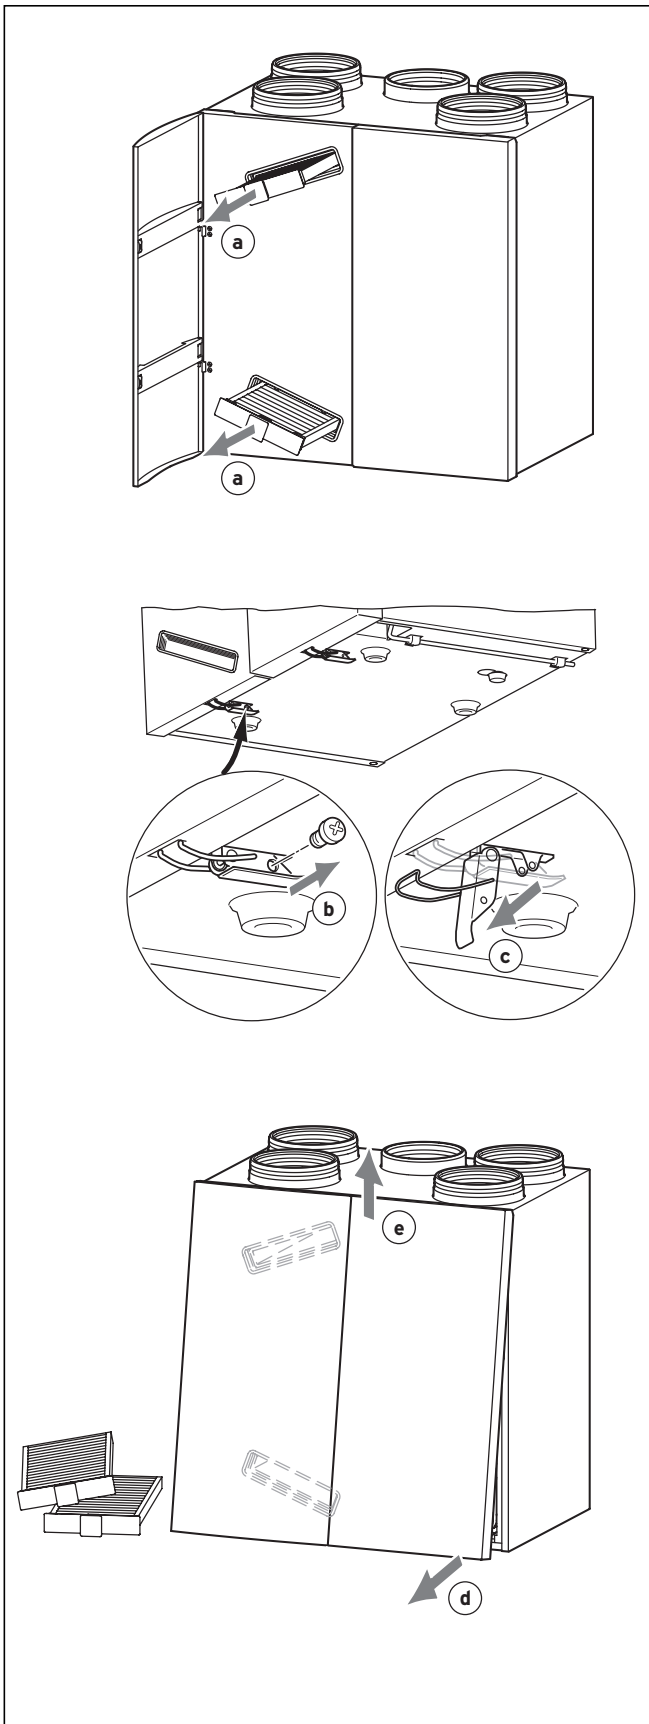

Abb. 4.9 Lüftungsgerät öffnen und schließen
- Ziehen Sie beide Filter aus dem Gerät und schließen Sie danach die Tür (Abb. 4.9, Pos. a)
- Lösen Sie auf der Unterseite des Gerätes die Sicherungsschraube am linken Spannverschluss (Abb. 4.9, Pos. b).
Danach öffnen Sie die beiden Spannverschlüsse (Abb. 4.9, Pos. c).
- Ziehen Sie die Unterseite der Frontverkleidung zu sich heran (Abb. 4.9, Pos. d).
- Heben Sie die Frontverkleidung über die Befestigungspunkte aus dem Gerät (Abb. 4.9, Pos. e).